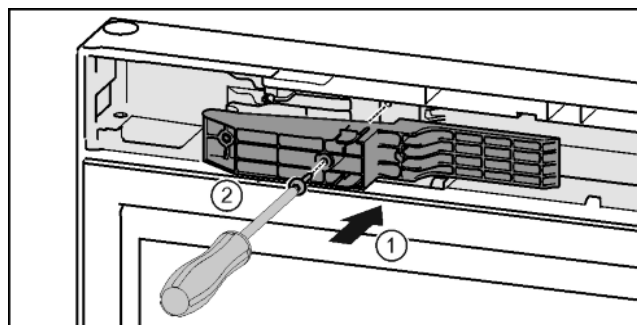

Fig. 47*
- Ponovo umetnite adapterski element na strani ručke u otvor.* Fig. 47 (1)
- Odvijačem T15 čvrsto pritegnite vijke.* Fig. 47 (2)